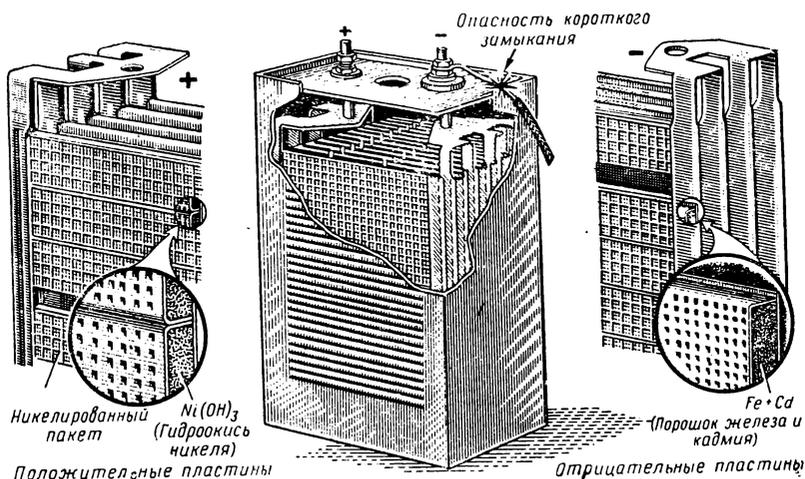

Рис. 210. Устройство щелочного аккумулятора
**Щелочной аккумулятор** (рис. 210) состоит из стальной банки, в которой находятся залитые электролитом положительные и отрицательные пластины в виде стальных решеток, заполненных активной массой.